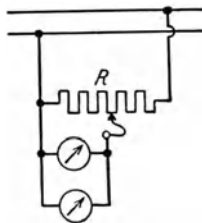

Abb. 40.
13. a) Man wendet am besten die Spannungsteilerschaltung (Abb. 40) an.